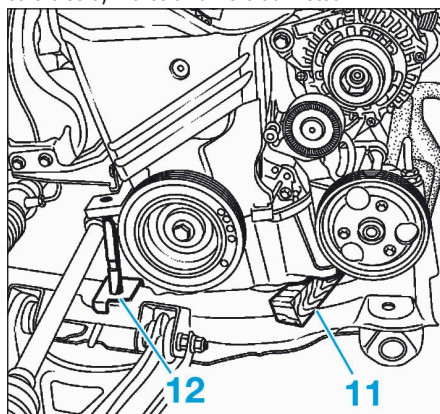

FIG.62
- Mettre en place une cale en caoutchouc (11) entre le berceau et le support de la pompe de direction assistée à l'avant du moteur (Fig.62).
- Mettre en place une autre cale (12) entre le berceau et le bloc-cylindres à l'arrière du moteur.